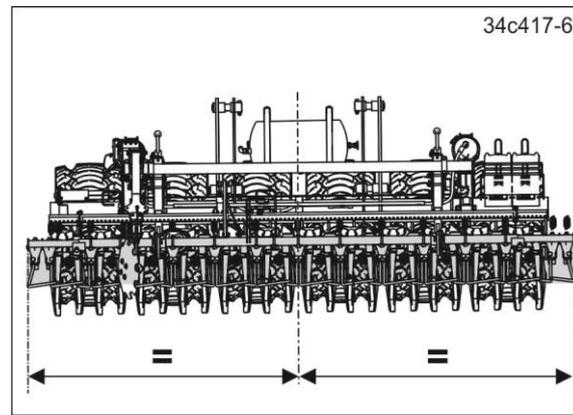

Fig. 508
- der Exaktstriegel mittig an der Maschine befestigt ist (siehe Fig. 508)